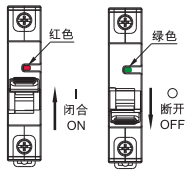

图2 闭合、断开状态指示
7.1 安装使用前请先检查专用保护装置标志与所使用的工作条件是否相符；专用保护装置闭合、断开状态指示如下图2。